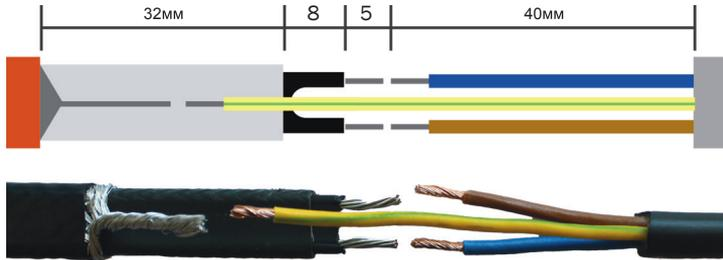

рис. 1. Схема зачистки кабеля
1. Зачистите кабель согласно схеме на рис.1. Масштаб 1:1.